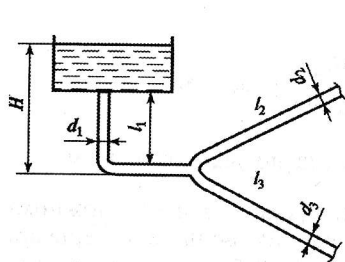

Рис. 6.11
**Задача 6.40.** Определить расход воды, проходящей по сложному трубопроводу (рис. 6.11), если высота уровня воды в резервуаре  $H = 20 \text{ м}$ , абсолютная шероховатость труб  $\Delta = 0,5 \text{ мм}$ , длины трубопроводов  $l_1 = 80 \text{ м}$ ,  $l_2 = 240 \text{ м}$ ,  $l_3 = 260 \text{ м}$ , диаметры труб  $d_1 = 250 \text{ мм}$ ,  $d_2 = 100 \text{ мм}$ ,  $d_3 = 125 \text{ мм}$ . Местными сопротивлениями можно пренебречь.